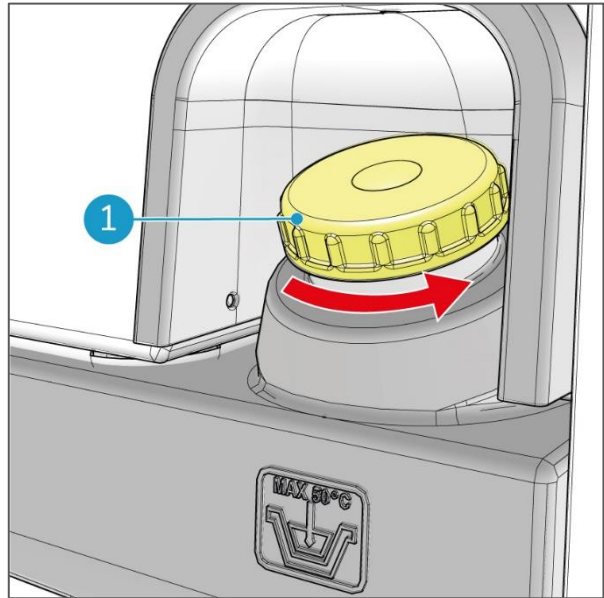

Figura 19
1. Rimuovere il tappo di riempimento giallo (Figura 19, pos 1).